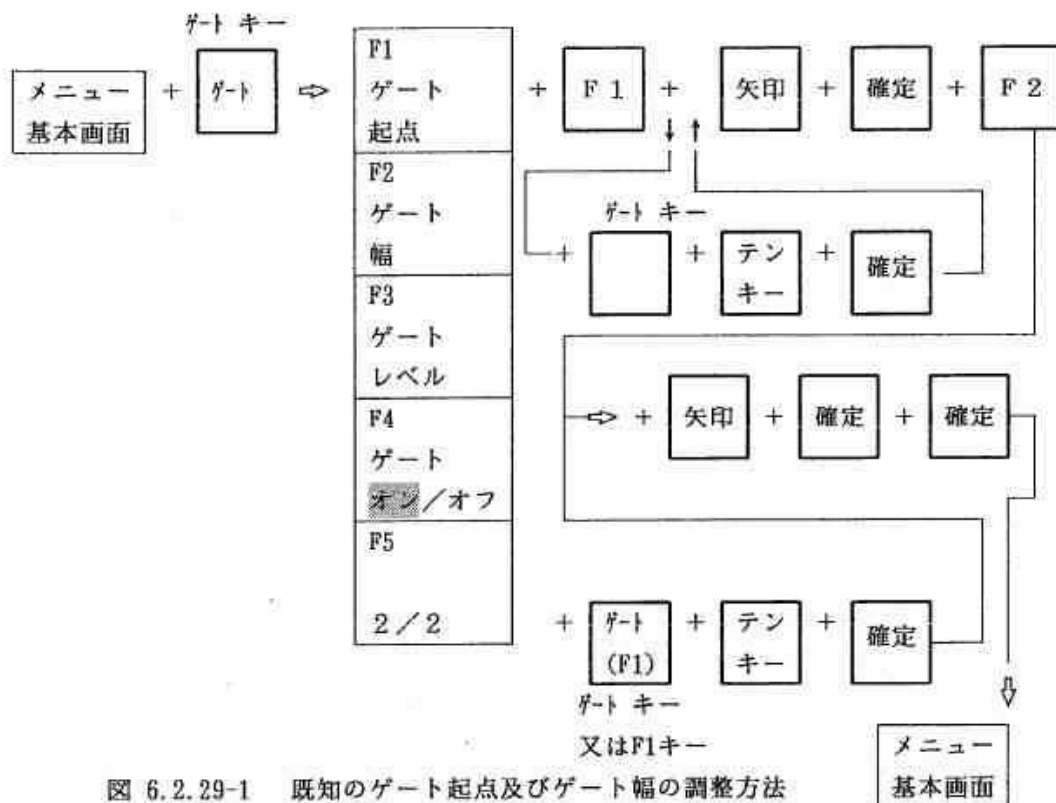

図 6.2.29-1 既知のゲート起点及びゲート幅の調整方法
- ① 機能キー【ゲート】を1回押して、メニューエリアに図 6.2.29-1 のゲートメニューを表示させます。
- ② 選択キー【F1】で【ゲート起点】を選択します。
- ③ 続いて探傷図形を観察しながら矢印キーでゲート起点の位置を調整します。
- ④ ゲート起点が既知の場合は、もう1回機能キー【ゲート】を押して、テンキーモードで予め判明している数値をテンキーで入力します。